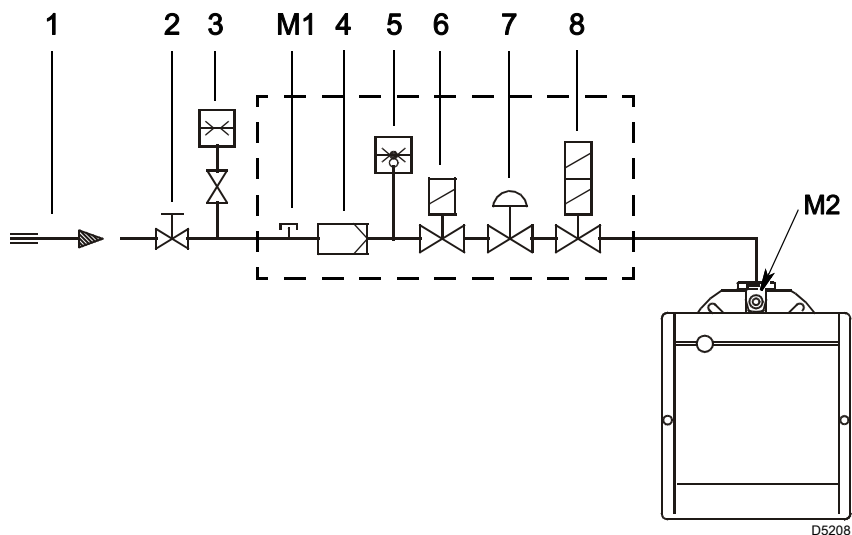

图 16
图例（图 16）
测试点 M2) 测量的燃气压力 (图 16 页 19)，此时：
- 从测试点 M2) 压力减去燃烧室中压力 (图 16 页 19)。
测试点 M2) 燃气压力 (图 16)=10 毫巴
在所要的燃烧器工作的最大调制输出已经固定的情况下计算 测试点 M2) 所需的燃气压力 (图 16 页 19)：
- 在右边的栏 1，读取测试点 M2) 处的压力 (图 16 页 19)。